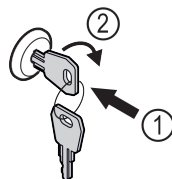

Fig. 178
- ▶ Włożyć kluczyk. Fig. 178 (1)
- ▶ Przekręcić kluczyk o 90° w prawo. Fig. 178 (2)